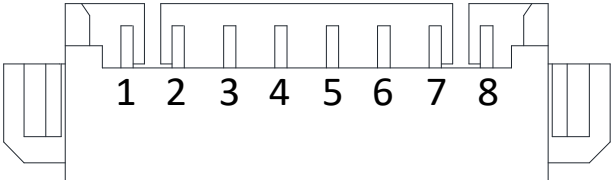

图4-6 WTB 网口接口图
- WTB 网口为 8-pin 板端插座，对应的管脚信号定义如图 4-6、表 4-2 所示。